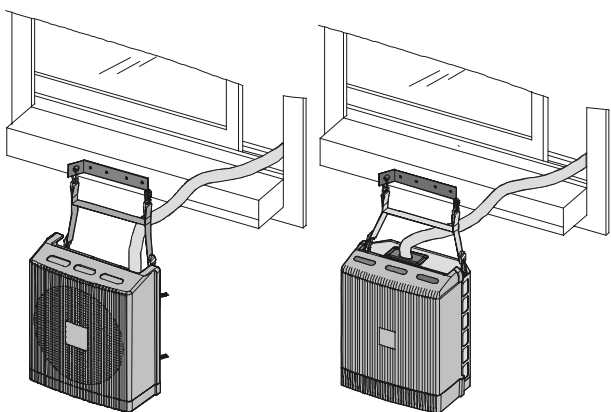
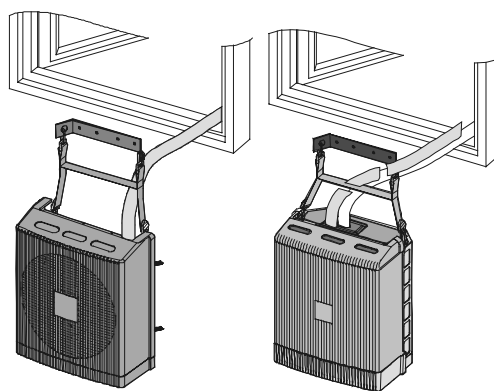

Figure 6. Montage de l'unité extérieure sur le rebord d'une fenêtre
Figure 7. Montage de l'unité extérieure sur un mur
## INSTALLATION DE L'UNITÉ EXTERIEURE (Voir fig. 6, 7, 8)
Un kit standard (voir Fig. 8), fourni avec le climatiseur permet de monter l'unité extérieure soit sur le rebord d'une fenêtre (Fig. 6) soit sur le mur (Fig. 7); réfères s.v.p. à la Figure 7 pour les directives de montage suivantes.
4. Passe l'unité extérieure par la fenêtre et attaché les deux crochets supérieurs (4) sur les cotés de la console de support (3).
6. Pour le montage sur le mur se reporter à la Fig. 7. Placer la console de support (3) contre le mur, percer quatre trous et monter la console solidement à l'aide des quatre vis. Vérifiez que la console soit en position horizontale.